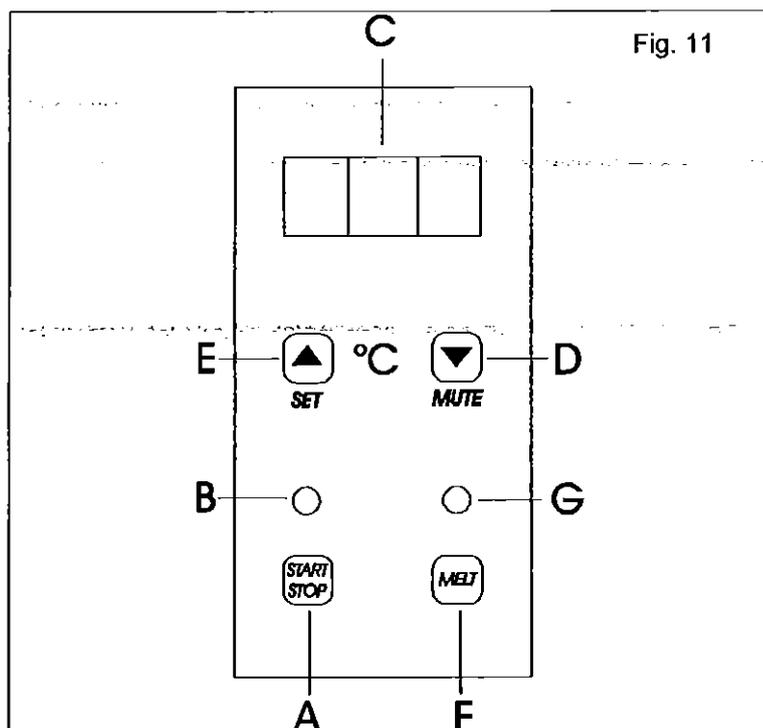

Fig. 11
- Enclencher (ON) l'interrupteur principal.
- Tourner la poignée (Fig. 10) sur la position (1), l'afficheur C (Fig. 11) s'allume.